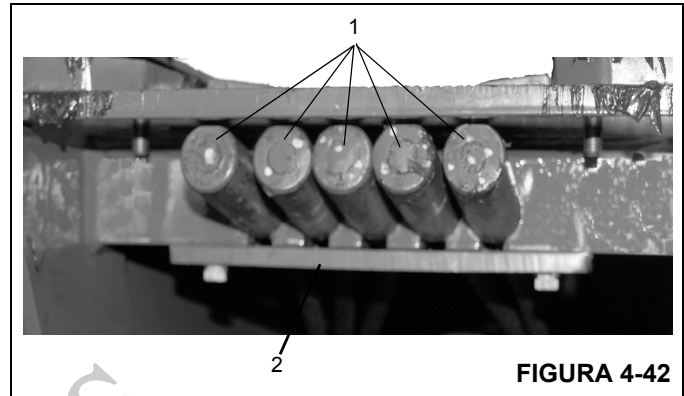

FIGURA 4-42
13. Coloque as pontas fixas dos cinco cabos (Figura 4-42, 1) nas fendas na parte superior da seção volante e fixe-
as com a placa de retenção do cabo de extensão (Figura 4-42, 2) e dois parafusos.